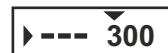

Рис.3
- Если точка попадания не совпала с точкой прицеливания, нажмите и удерживайте энкодер (9) для входа в меню.
- Вращением энкодера выберите пункт "---" (новая дистанция) (см. рис.3).